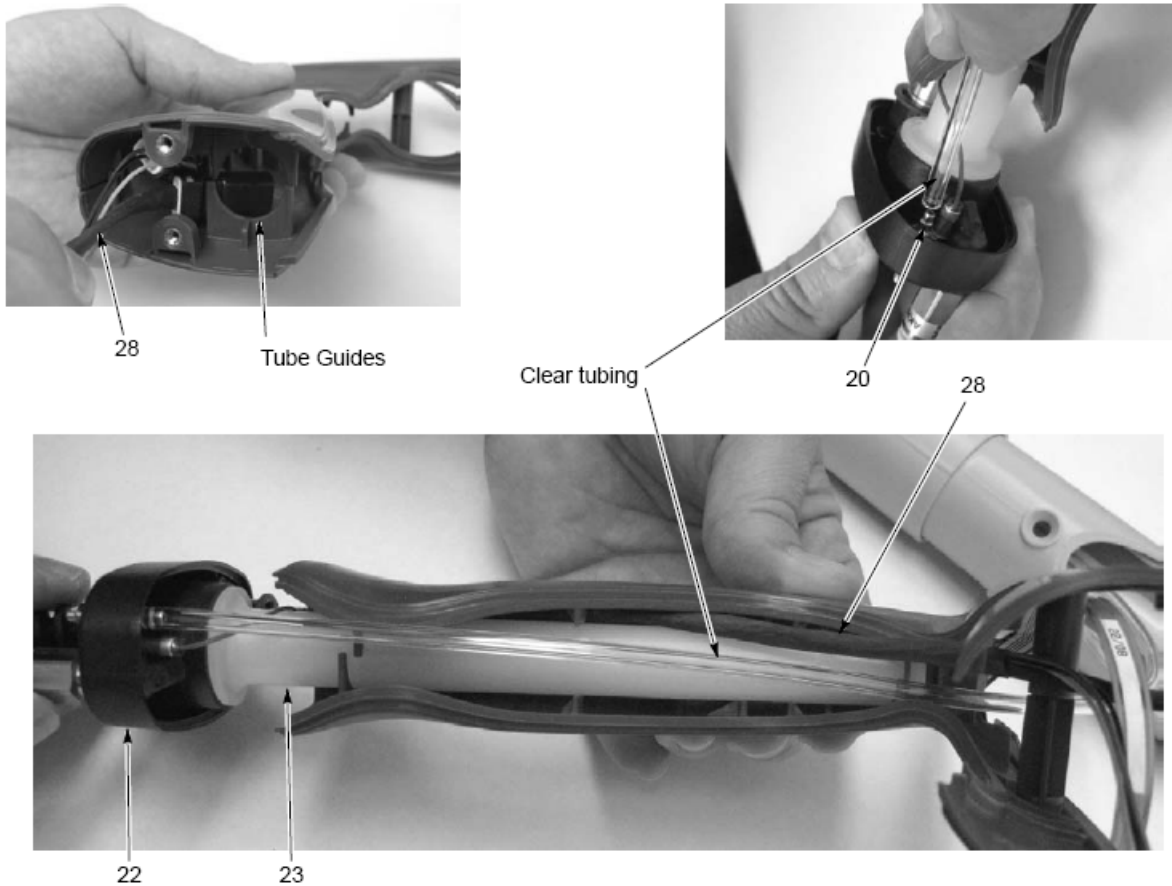

图 5-11 组装枪把和枪把座
8. 如图 5-11 所示。使电缆 (28) 接头穿过枪把前侧，随后通过导管将入口管 (23) 滑入枪把组件中，并按图示使电缆 (28) 穿过枪把。直到使枪把座距离枪把组件底部约 1.5-2 in 时为止。
9. 将 4 mm 透明管 (过滤器组件 4) 连接至枪把座内带倒钩配件上 (20)。